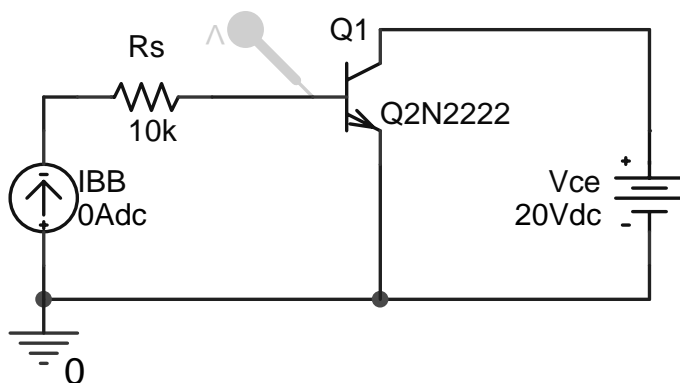
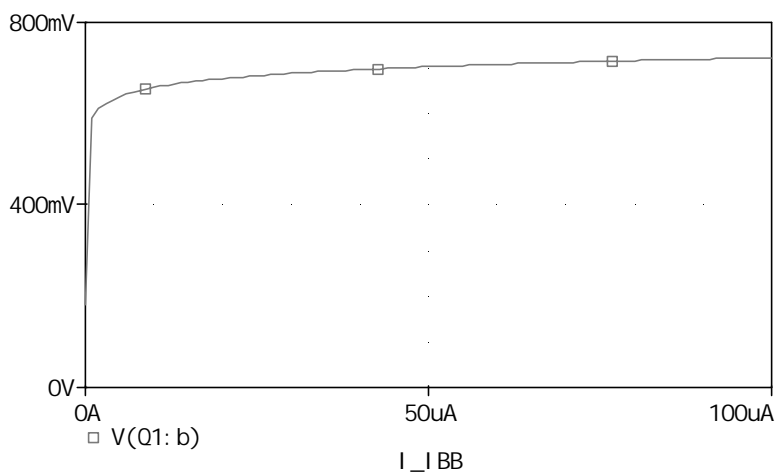
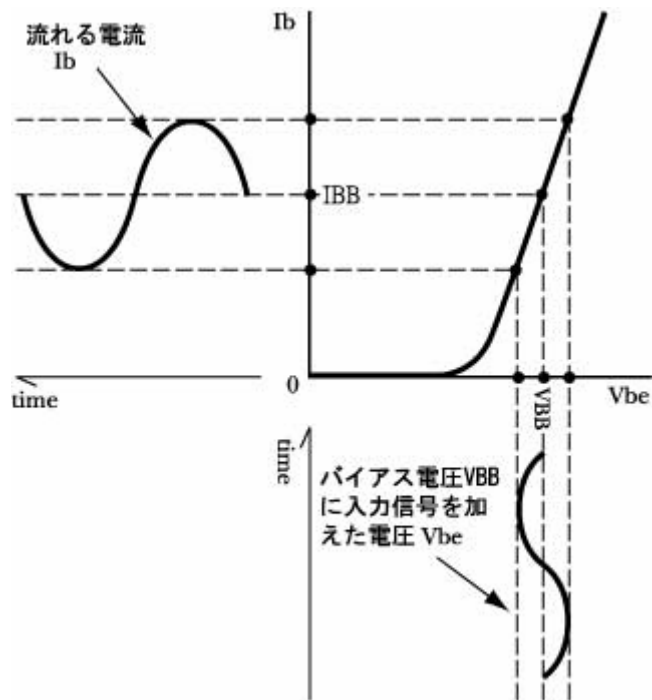
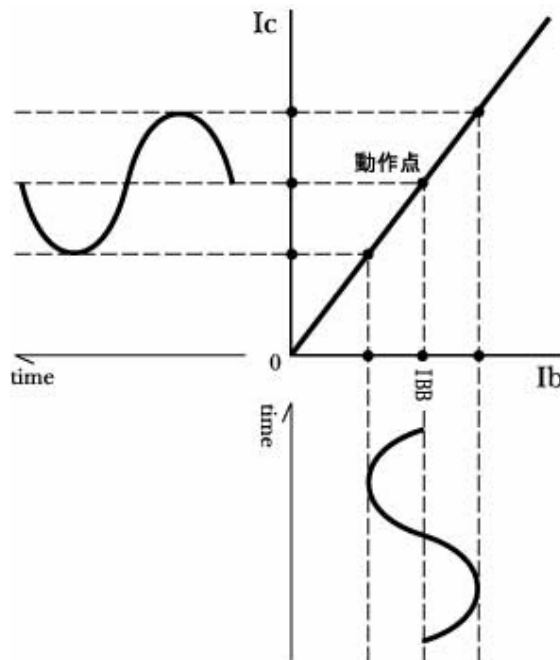

図 2.1a 入力特性を得る回路 (Q2N2222 は EVAL.OLB)
図 2.1b トランジスタの入力特性
図 2.2 トランジスタの増幅作用は入力特性の直線部を使用
図 2.4 電流伝達特性による電流の増幅
PSpice で図 2.1a の回路図を作成し、図 2.1b の入力特性をプロットしなさい。
2) トランジスタの増幅作用は、この入力特性(図 2.1b)の直線部を使用するため、トランジスタのベースには直流電源 V_{BB} を加えて、それに入力信号電圧を重畳して加えます。(図 2.2 参照)
2) 直流電流 I_{BB} と入力信号電流とが重畳した電流 I_b が流れると、そのままの形で増幅された電流 I_c が出力されます。(図 2.4)
トランジスタに増幅作用をさせるためには、ベース側に V_{BB} 、コレクタに V_{CC} の直流電源が必要です。(なぜ必要かを図 2.2 と図 2.4 で考えてみよう)
バイアス電圧 V_{BB} によって流れるベース電流 I_{BB} をベース電流 I_b の動作点といい、その電流を伝達してコレクタ側に流れる電流をコレクタ電流 I_c の動作点といいます。(図 2.4 参照)